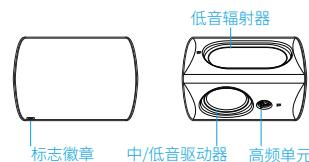

图 2
- 请记住，务必将扬声器朝着能让水从驱动器锥盆和/或低音辐射器滚落的位置。务必确保在放置扬声器时使带有中/低音驱动器和高音扬声器的一侧（即带有 Definitive Technology 徽标徽章（见图 2）的一侧）朝着聆听区域。